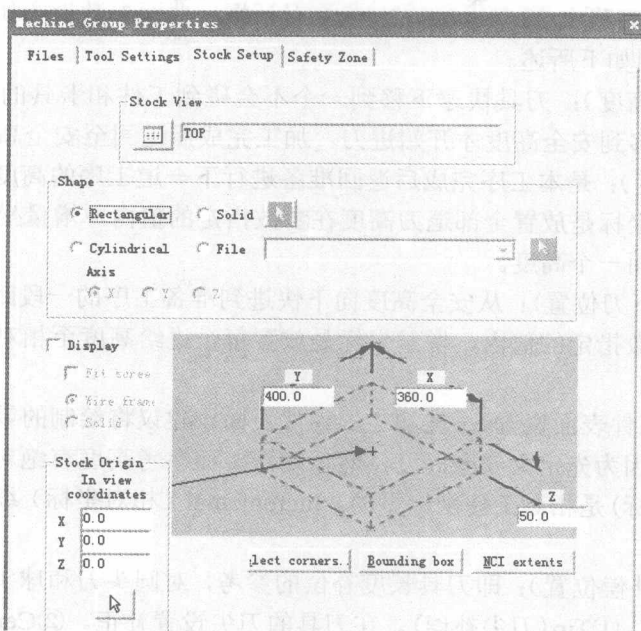

图 1-7 加工组属性对话框
(1) 在操作管理器中的 **山** Properties - Generic Mill 属性下单击  Stock setup 图标, 弹出 **Machine group properties** 对话框, 如图 1-7 所示。
(2) 根据图形的尺寸和坐标原点的尺寸, 选择合适的数值, 单击  按钮。